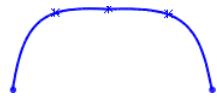
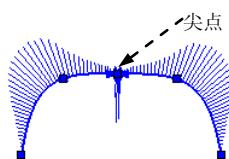

图 6.3.4 曲线
图 6.3.5 曲率图 (一)
- 每绘制一条曲线后，都应用显示曲线曲率的方法来查看曲线的质量，不要单凭曲线的视觉表现来判断曲线质量。例如，凭视觉表现，图 6.3.4 所示的曲线应该还算光滑，但从它的曲率图（图 6.3.5）可以发现有尖点，说明曲线并不光滑。